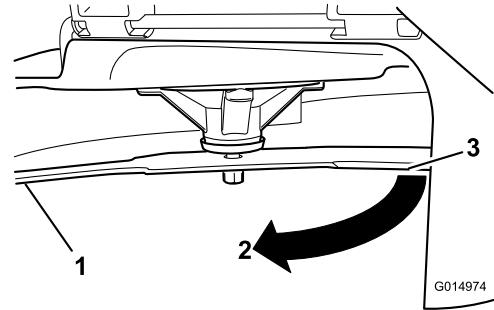

図 62
4. 同じブレードを180度回転させる。すなわち、ブレードのもう一方の刃先が、先ほど測定した場所と同じ位置にくるようにする 図 62。